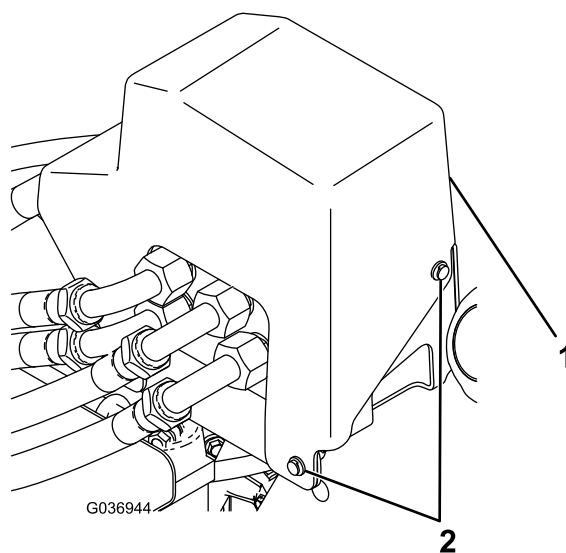

Figura 14
10. Sujete la tapa del distribuidor al soporte de montaje del distribuidor hidráulico usando 4 grapas (Figura 14).